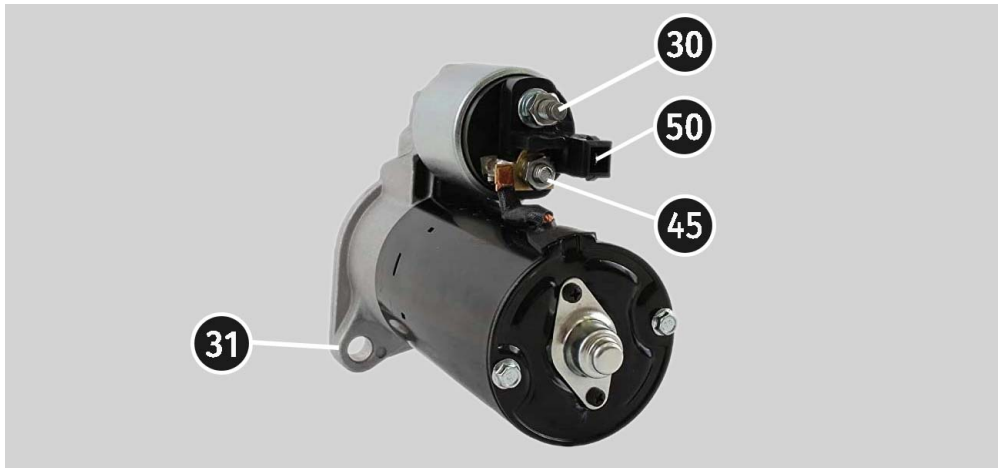

Рисунок 30. Расположение клемм на стартере
3. Разъем стенда «50» кабелем подключите к управляющему выводу соленоида стартера клемма 50, см. рис. 30.
4. Провода универсального диагностического кабеля K30 и K45 подключите к соответствующим клеммам стартера см. рис. 30.